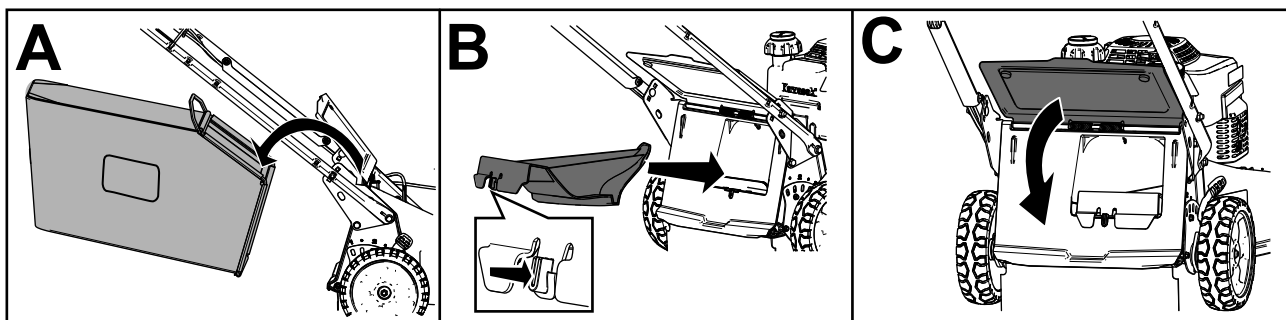

Figura 20
- Se il cesto di raccolta è montato sulla macchina, rimuovetelo (A di Figura 20).
- Se il coperchio dello scarico posteriore non è installato, afferratelo dalla maniglia, sollevate il deflettore posteriore e inseritelo nel camino di scarico posteriore fino a bloccare il fermo in posizione (B di Figura 20).
3. Rimuovete l'asta sul cesto di raccolta dalle tacche alla base della stegola (A di Figura 20).
4. Installate il coperchio di scarico (B di Figura 20).
5. Abbassate il deflettore posteriore (C di Figura 20).